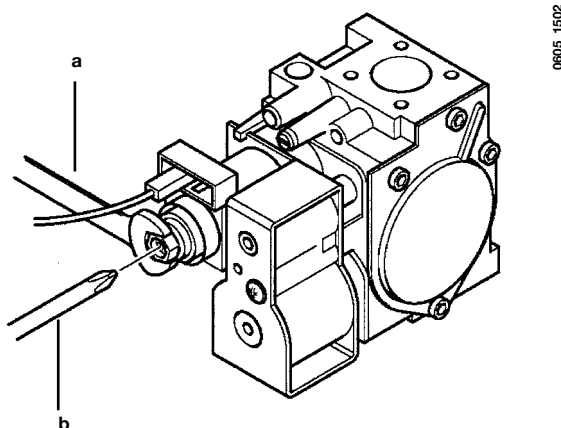

Figure 14
- régler la vis en laiton (a) Fig. 14 jusqu'à obtenir les valeurs de pression indiquées dans le tableau 1 ;
- débrancher le câble d'alimentation du modulateur et desserrer la vis (B) Fig. 14 jusqu'à atteindre la valeur de pression correspondant à la puissance réduite (voir tableau 1) ;